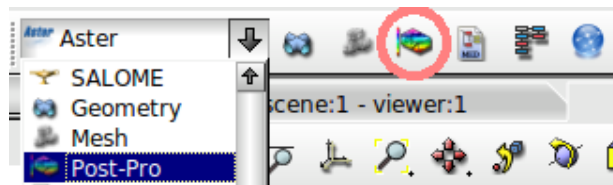

図 33 Post-Pro
①Aster→Post-Pro を選択するか、図 33 の赤丸で示す部分を選択して[Post-Pro]モードに変更する。